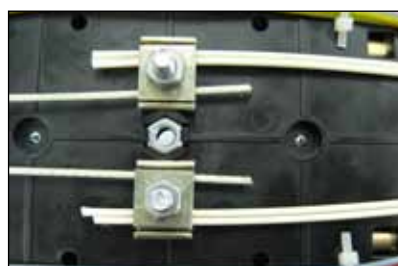

Рисунок 4.46 –
4.6.12 Закрепить ЦСЭ в узлах крепления ЦСЭ на кассете для ОМ, обрезать их в 10 мм от края пластины (рисунок 4.46).